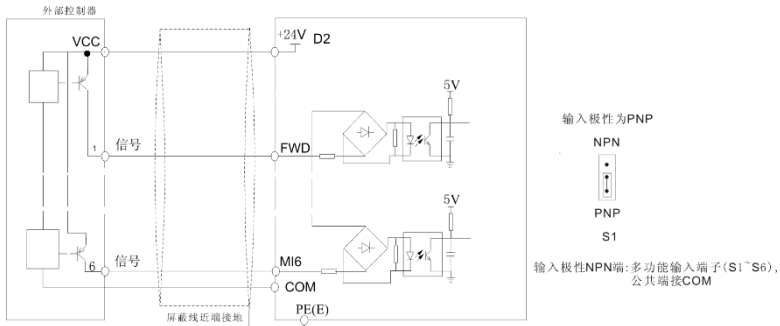

图3-12 使用变频器内部+24V电源的漏极连接方式
② 使用变频器内部+24V电源，外部控制器为PNP型的共发射极输出的连接方式，如图3-12所示。